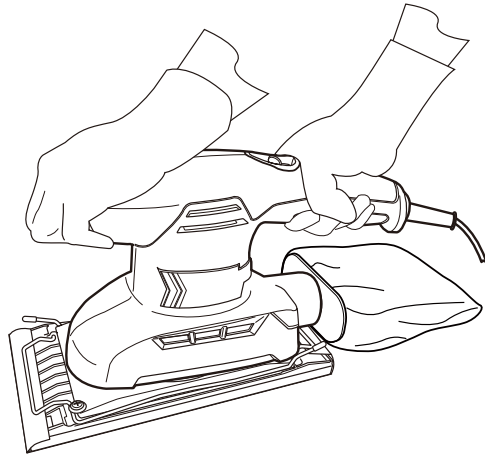

Fig. 25
- > Sujete el producto con una mano en la empuñadura (5) y con la otra en la superficie de agarre (2) (Fig. 25).